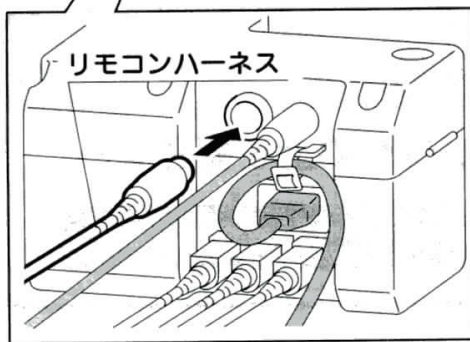

図8
- (8) リモコンのハーネスをアクチュエータのコネクタにしっかり差し込む。図8